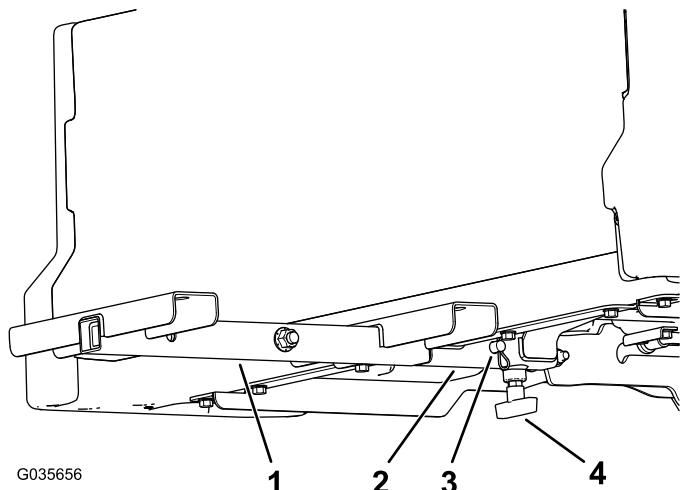

Figura 5
4. Inserite il supporto del tubo nel ricevitore del pianale di carico e fissatelo con il perno con testa ($\frac{1}{2}'' \times 2''$) e la coppiglia (Figura 5).
5. Serrate la maniglia a T sul ricevitore del pianale di carico (Figura 5).
3. Allentate la maniglia a T sul ricevitore del pianale di carico (Figura 5).